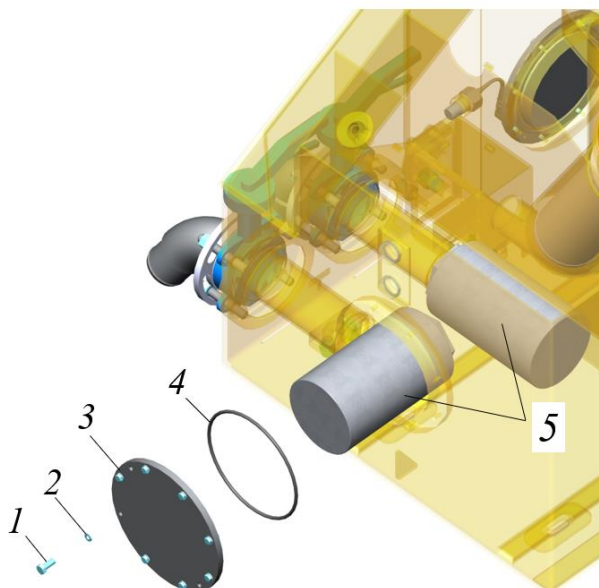

Рисунок 5.94. Процедура замены фильтров в линии всасывания
- ▶ Очистить рабочую зону и область рядом с люком инспекционным поз. 3, рис. 5.94.
- ▶ Последовательно выкрутить и через инспекционное отверстие люка извлечь фильтры в линии всасывания поз. 5, рис. 5.94.